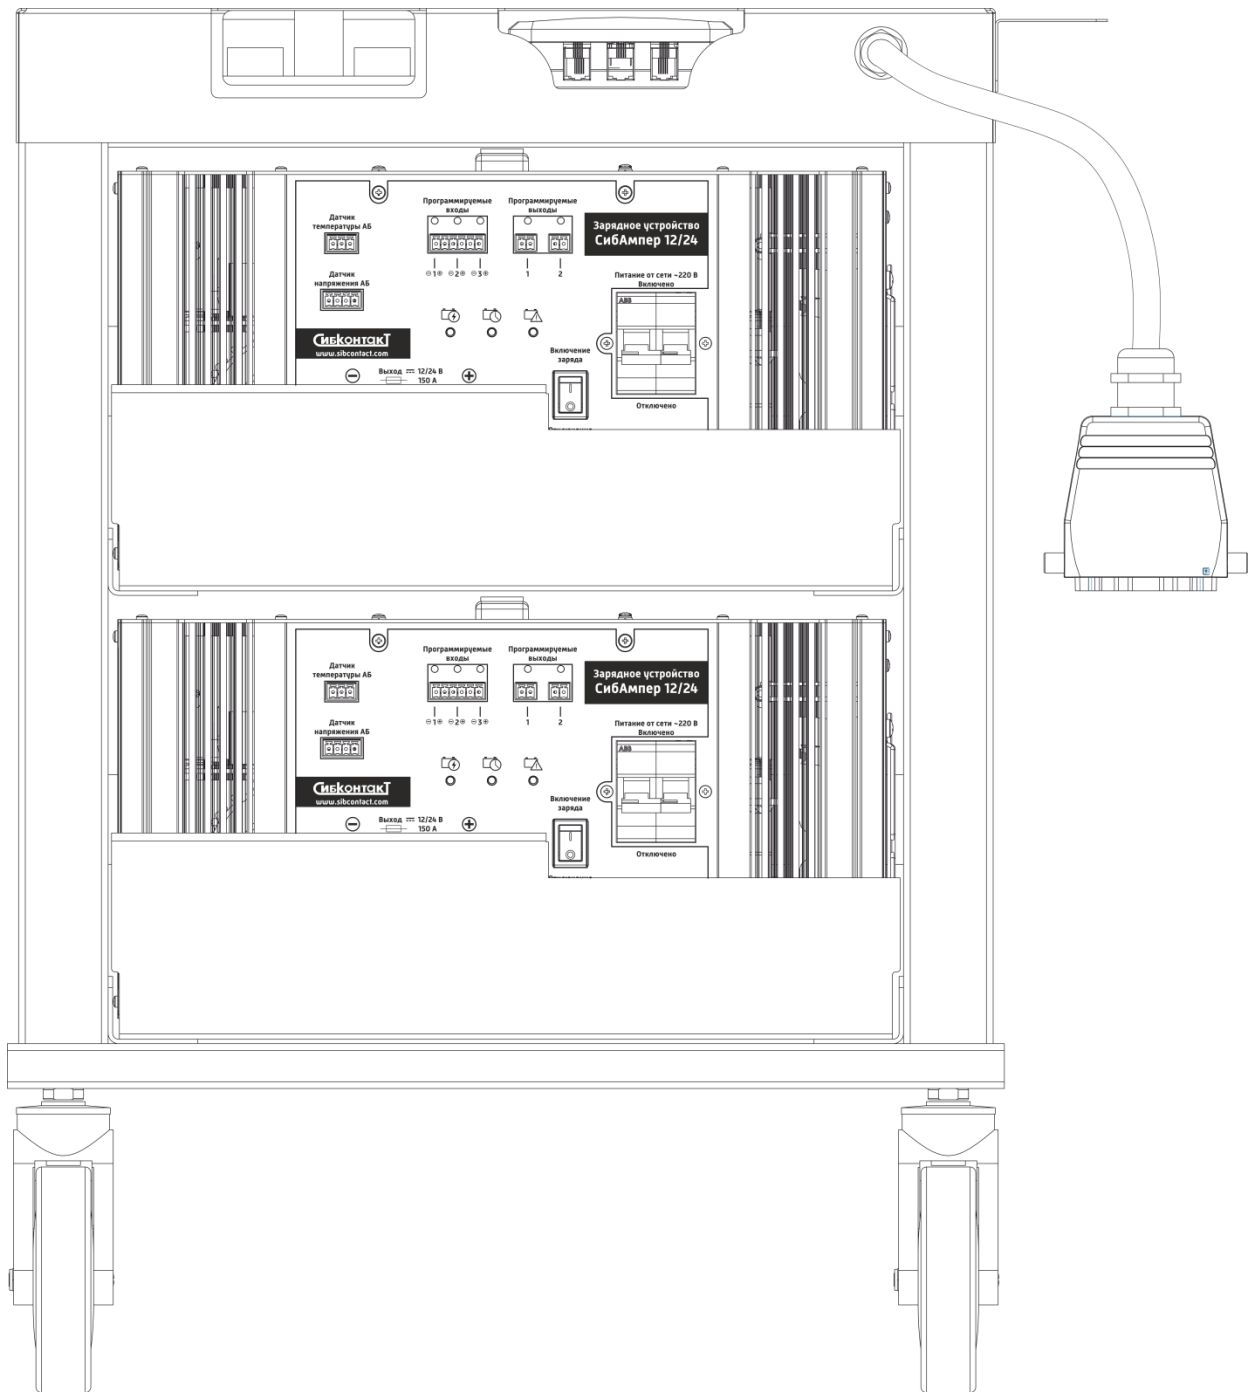

Рисунок 1 – Лицевая панель станции
2.1.2 Ведущий ЗУ расположен в верхней части станции (см. рисунок 1). При заряде Li-ion АБ он управляется непосредственно системой СКУ АБ (BMS), через разъем «Программируемые входы».
2.1.4 Ведомый ЗУ расположен в нижней части станции (см. рисунок 1). При заряде Li-ion АБ он управляется ведущим ЗУ, через разъем «Программируемые входы».
2.3.5 Убедиться, что отключены входные автоматические выключатели и кнопки «Включения / Отключения заряда» (см. рисунок 1).